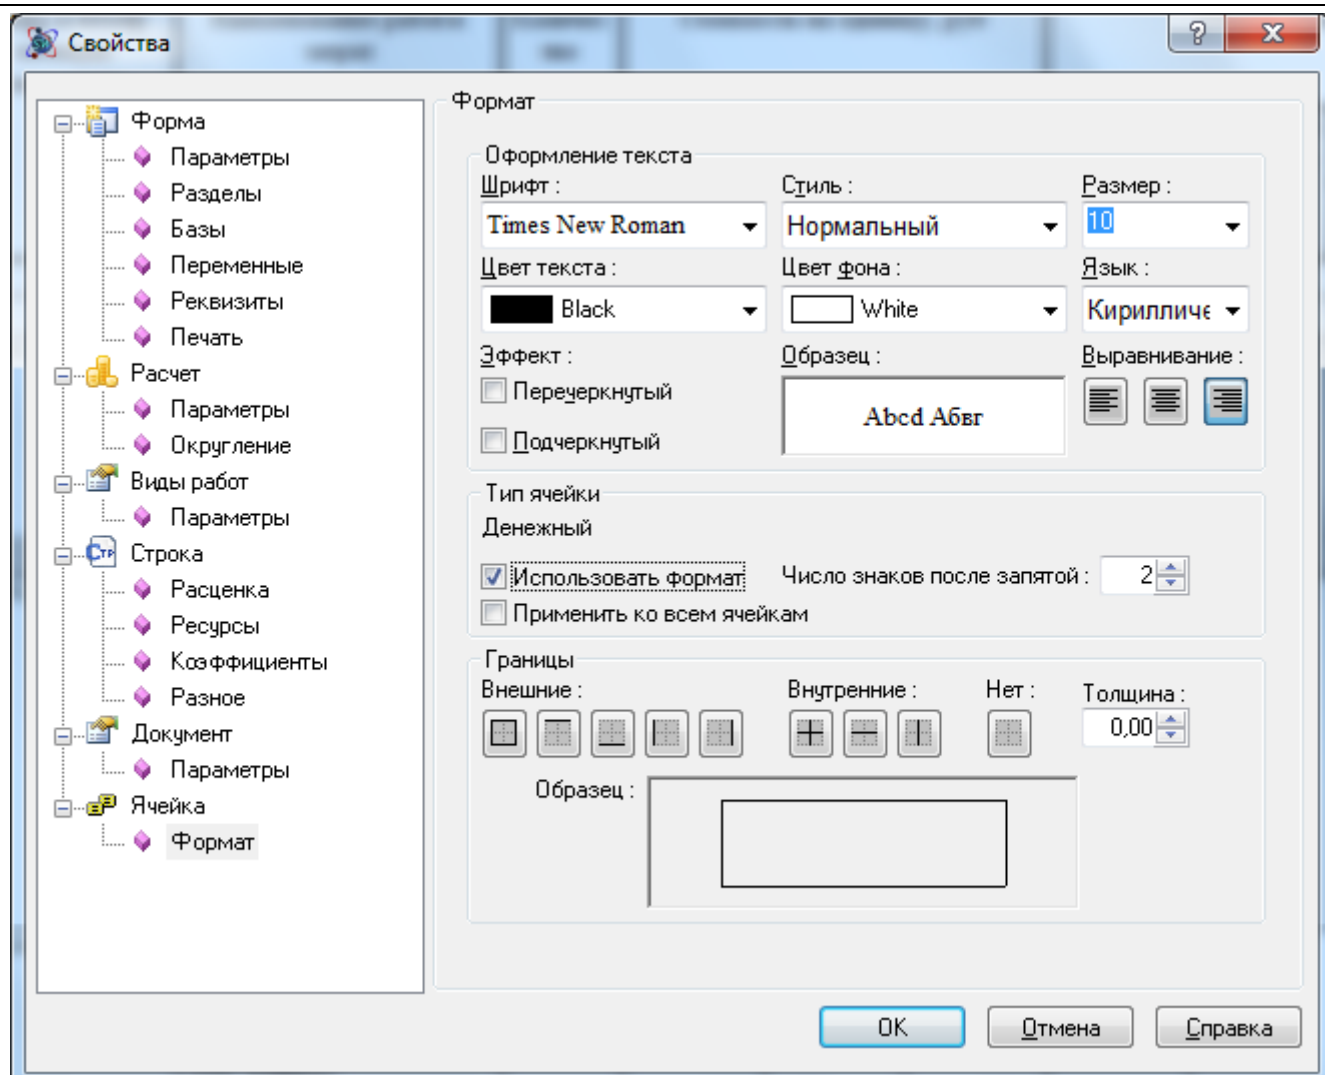

Рис. 5.2 Диалоговое окно Свойства, раздел Ячейка/Формат
- раздел **Ячейка/Формат** (рис. 5.2) позволяет: